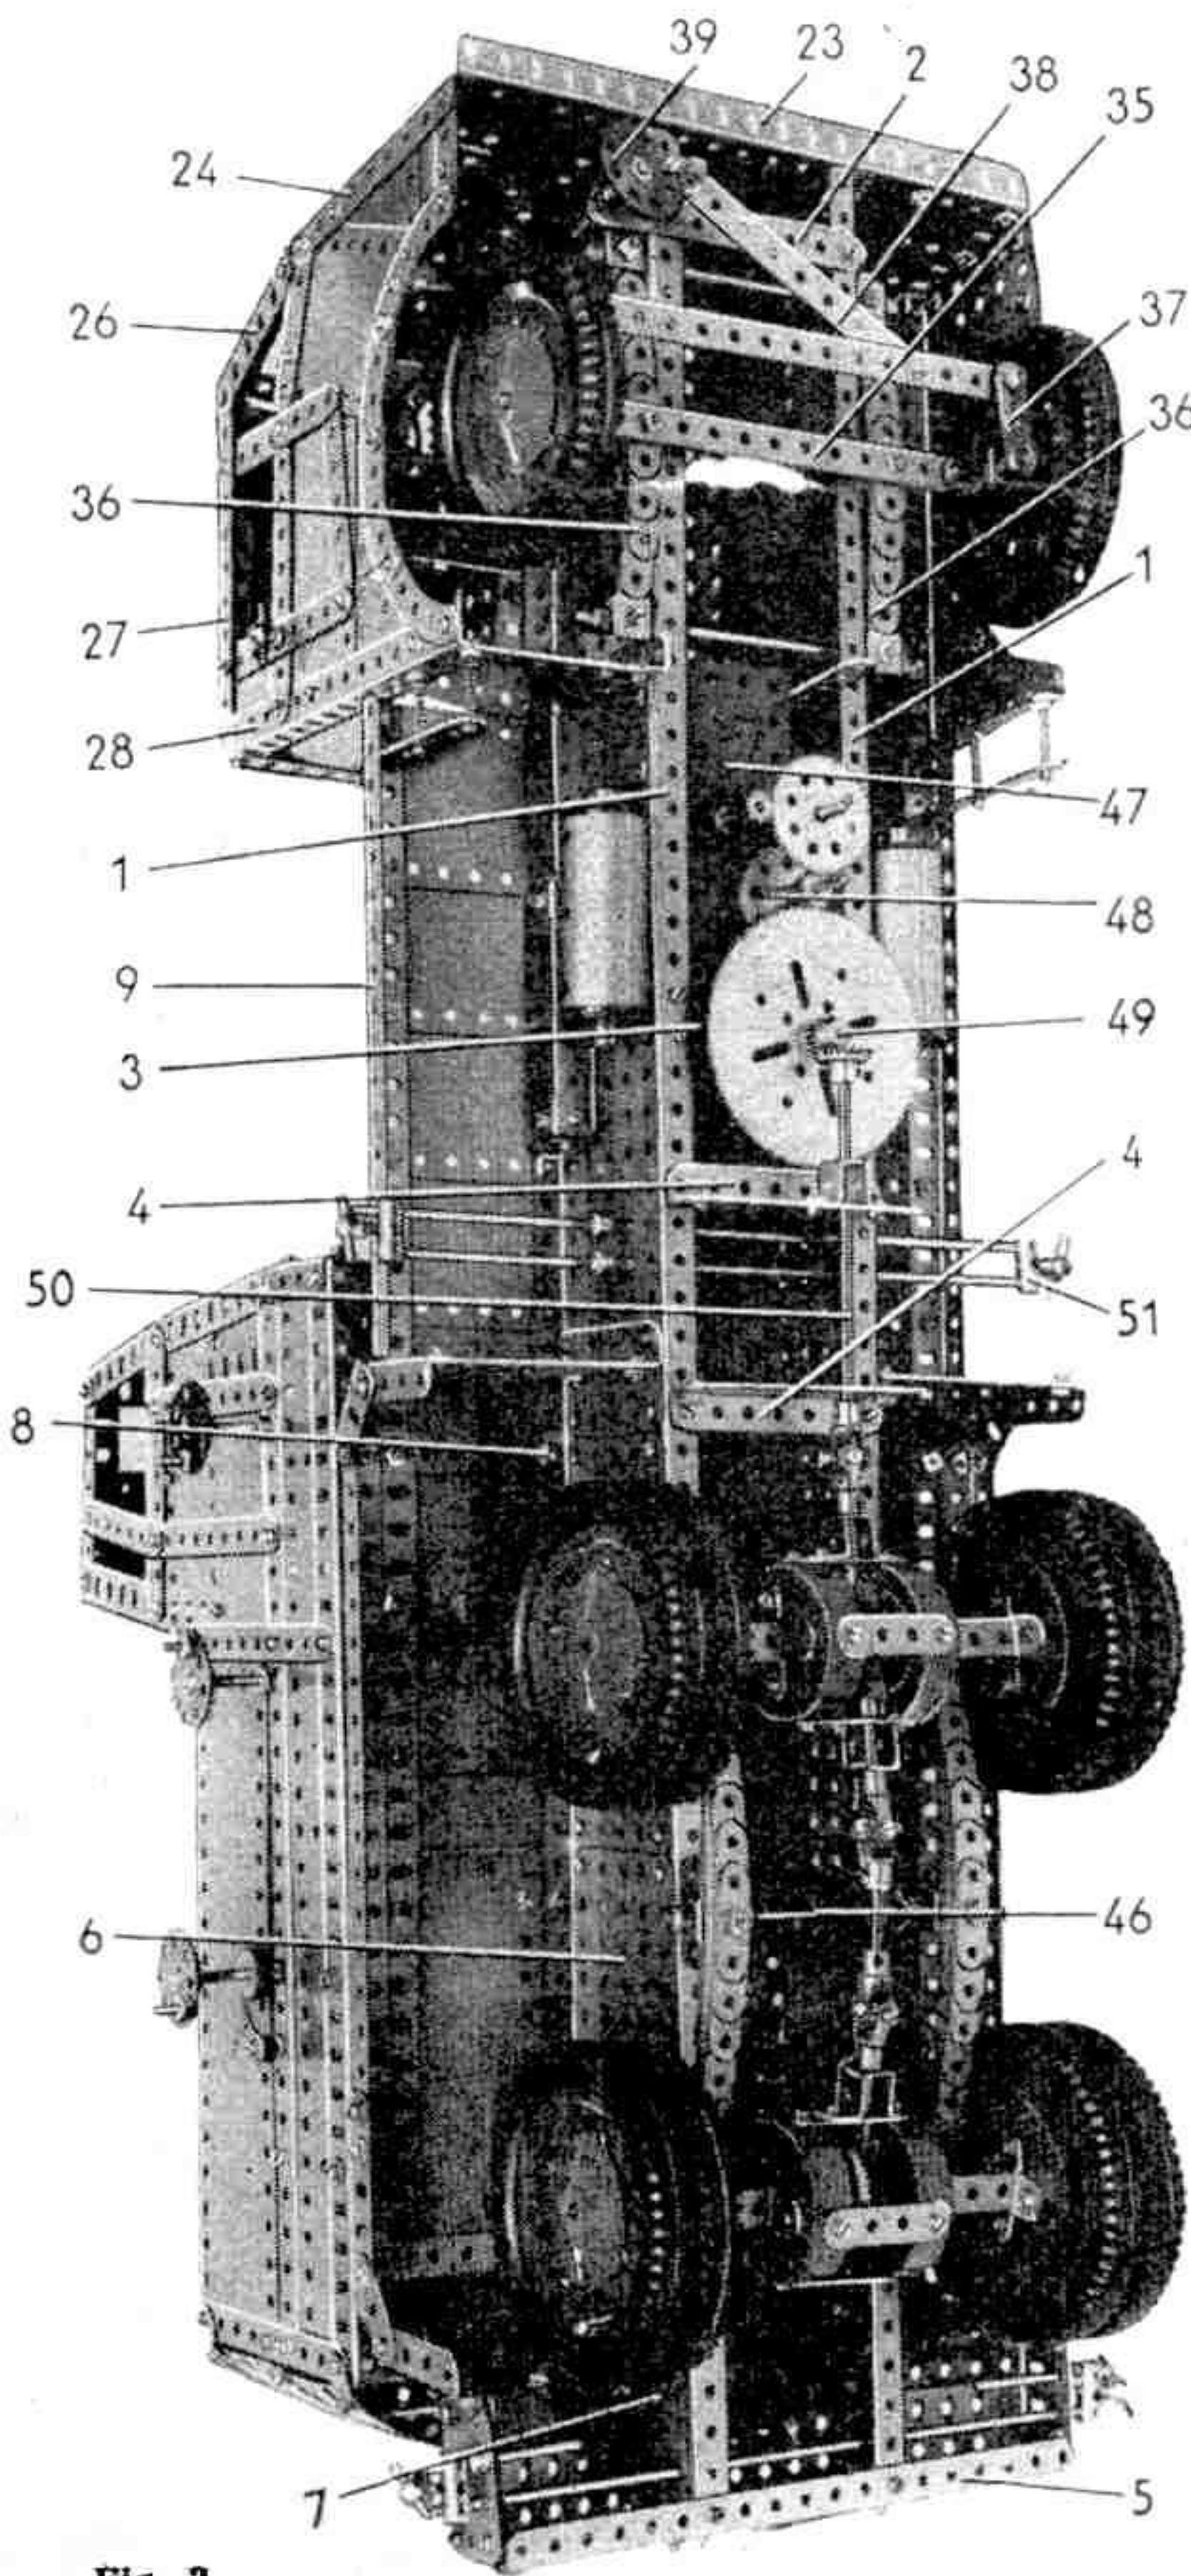

Fig. 2
On peut déterminer facilement le sens des lignes de force (ou sens de polarité, nord et sud) de l'électro-aimant de la façon suivante (fig. 2) : un observateur placé devant le pôle nord d'un aimant voit le courant circuler en sens inverse des aiguilles d'une montre.
CHASSIS (Fig. 2)
CABINE (Fig. 2, 3 et 4)
Le toit de la cabine est bordé de chaque côté par une cornière de 11 trous (27); les deux cornières (27) sont réunies à leur extrémité arrière par une cornière de 6 trous (fig. 2). L'angle arrière droit de la cabine est une cornière de 15 trous (28) boulon-
TRAIN AVANT — DIRECTION (Fig. 2)